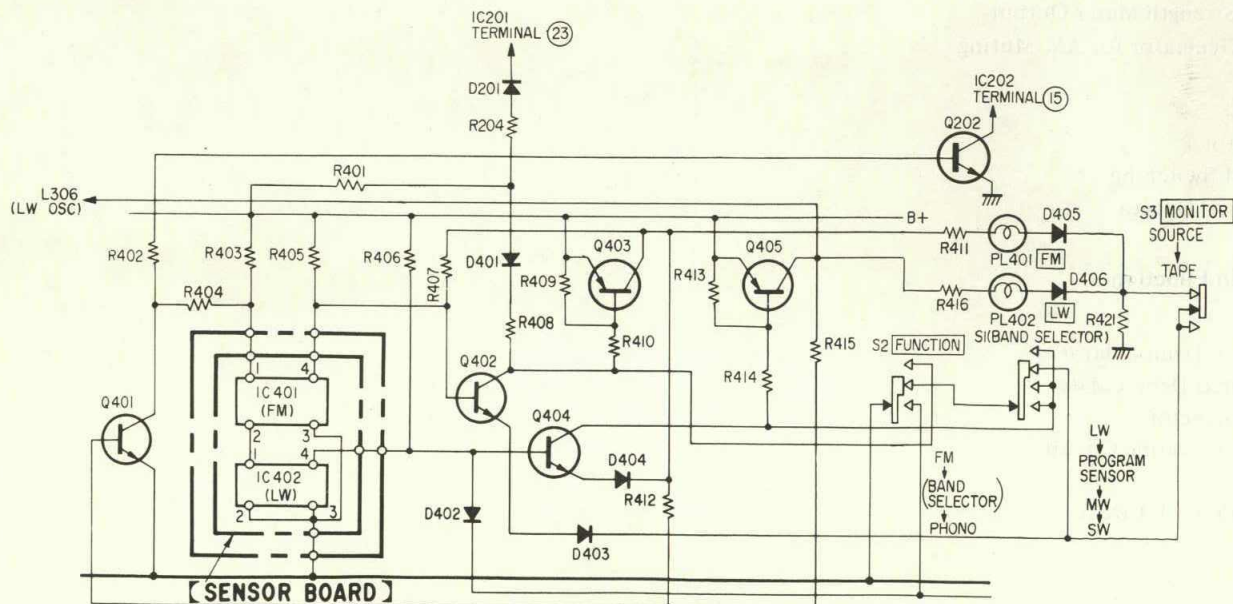

Fig. 1
**1-2. CIRCUIT DESCRIPTION (See Fig. 1)**